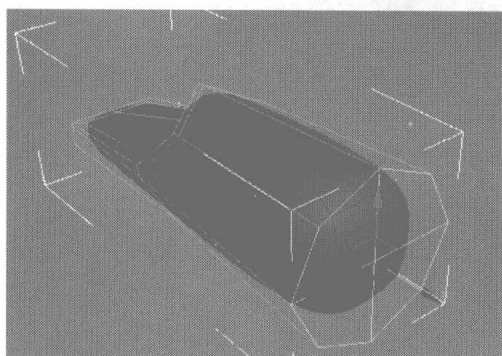
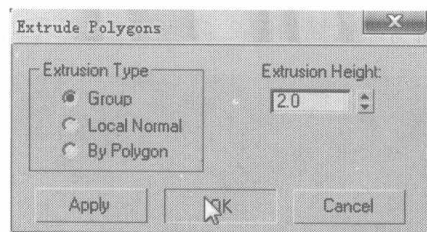
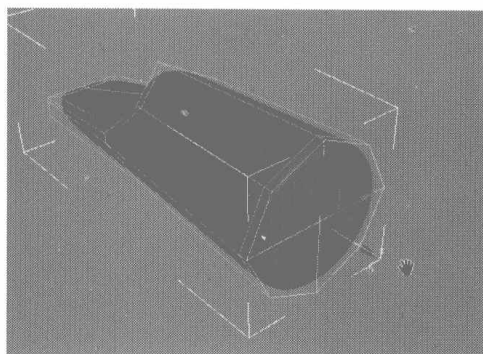
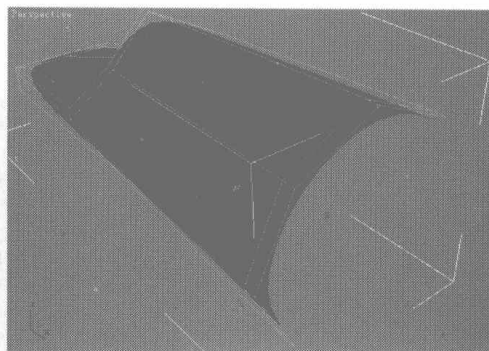

图 2.48
图 2.49
图 2.50
图 2.51
- 13** 选择如图 2.48 所示的面，单击 **Extrude** 右边的小按钮，在弹出的对话框中设置参数，如图 2.49 所示，结果如图 2.50 所示。选择如图 2.50 所示的面，按 Delete 键删除，结果如图 2.51 所示。